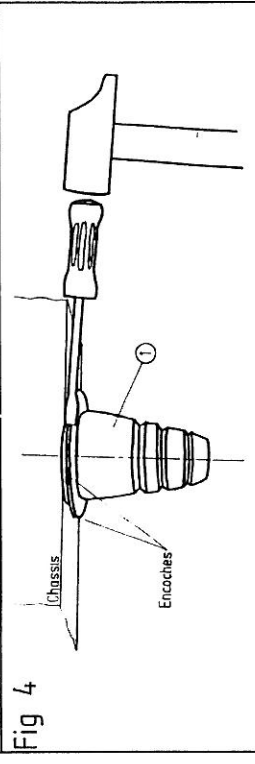

Fig 4
- d/ Desserrer et enlever les butées de chocs d'origine (rep 1) à l'aide d'un gros tournevis et d'un marteau (Fig 4) . Prendre appui à la base des butées de chocs.